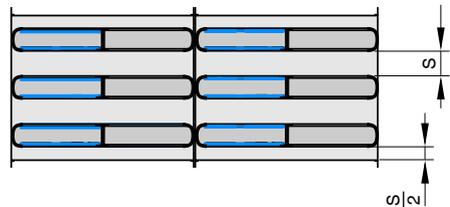
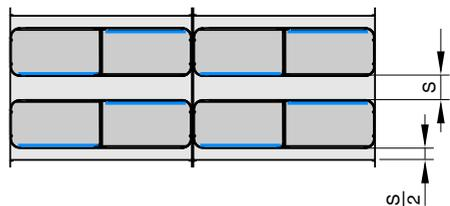

Abb. 22: Kammerbleche gegenüberliegend
Abb. 23: Kammerbleche versetzt
- Das Bestellmaß (H) entspricht der lichten Höhe des Kanals.
- Die Länge der Luftleitung muss mindestens der Summe der einzelnen Kulissen (L) entsprechen.
- Nur Kulissen gleicher Länge (L) neben- und übereinander anordnen.
- Die Anordnung der Kammerbleche (Abb. 22, Abb. 23) ist über die Gesamtlänge beizubehalten / zu wiederholen.